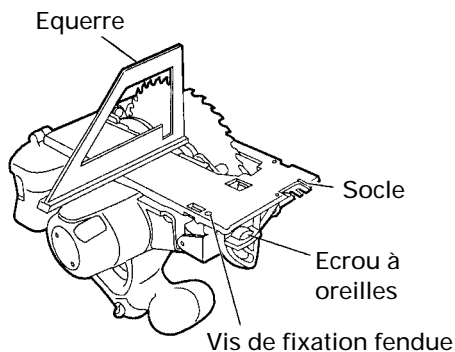

Fig. 24
(1) Retourner le socle (Fig. 24) et desserrer l'écrou à oreilles.
(2) Placer une équerre entre le socle et la lame de scie et déplacer la position du socle en tournant la vis de fixation fendue avec un tournevis à lame plate de façon à obtenir un angle droit.